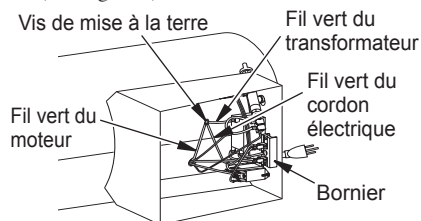

Figure 5 - Emplacement de la vis de mise à la terre
2. Vous avez accès à la vis de mise à la terre en passant par le dessous de la base de l'appareil de chauffage. Retirez la vis de mise à la terre. Débranchez le fil vert du moteur et le fil vert du cordon électrique situé sous l'habillage (voir figure 5).
3. Retirez du bornier les fils noir et blanc du moteur (voir figure 5).
16. Tournez l'appareil de chauffage sur le côté pour accéder à l'ouverture du fond de sa base. Raccordez les fils verts du moteur, du transformateur et du cordon électrique à l'habillage avec l'écrou de mise à la terre (voir figure 5, page 6).